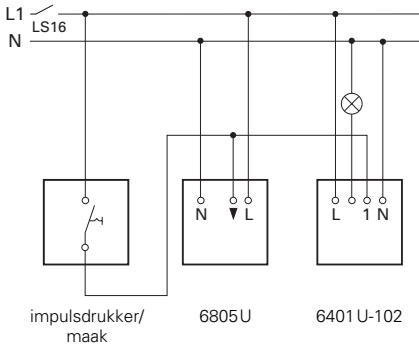

Fig. 3
a. Montage in combinatie met een bedieningselement **Montageplaats (zie Fig. 3 en 4)**